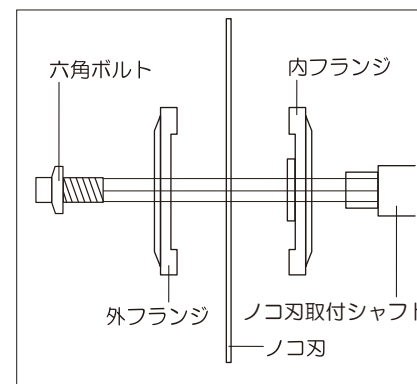
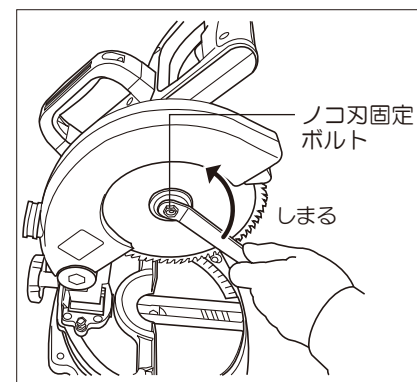
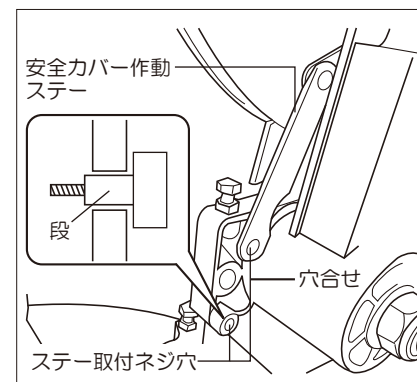

図7
図8
図9
- ①ノコ刃の取付けは、取外しと同じ要領で安全カバーをブレードケース側に回し上げてください。
- ②ノコ刃取付け軸に、内フランジ→ノコ刃→外フランジ→六角ボルト(左ネジ)の順に取付けてください。(図7参照)
- ③シャフトロックを押さえながらノコ刃固定ボルトに付属のスパナを掛け、ゆっくり回すとシャフトがロックされます。
- ④六角ボルトは逆ネジです。左回して締まりますので確実に締めてください。(図8参照)
- ⑤安全カバーを下げてください。
- ⑥アームの下にある安全カバー作動ステーの取付けねじ穴に、ステーの取付け穴を合わせ、六角穴付ネジを差込み付属の六角レンチ(4mm)で確実に締め付けてください。(図9参照)
- 安全カバー作動ステーを取り付けてください。(P10ノコ刃取付け方法の⑥と図9を参照)